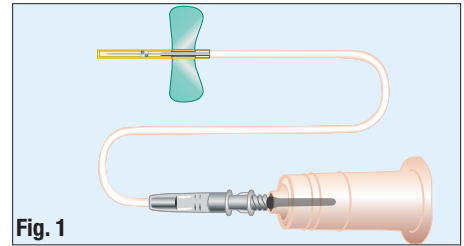

Fig. 1
4. Thread into holder. (Fig. 1)
4. Vissez le raccord dans le barillet (**fig. 1**).